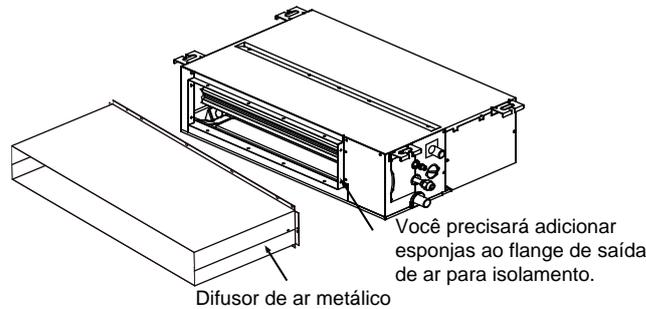

Figura 2.6
- Quando o painel de saída de ar estiver conectado ao flange de saída de ar do corpo da unidade por meio do difusor metálico de ar, certifique-se de que a superfície de contato da folha metálica esteja corretamente vedada e isolada usando esponjas, como exibido na Figura 2.6.